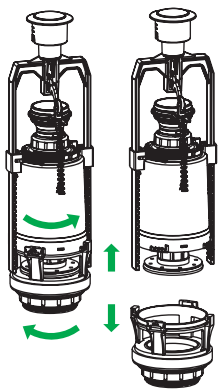

Рис. 2 / 2-сур.
1. Отсоедините седло клапана от клапана выпуска, как показано на рис. 2.
8. Установите выпускной клапан в седло клапана (рис. 2) в обратном порядке.